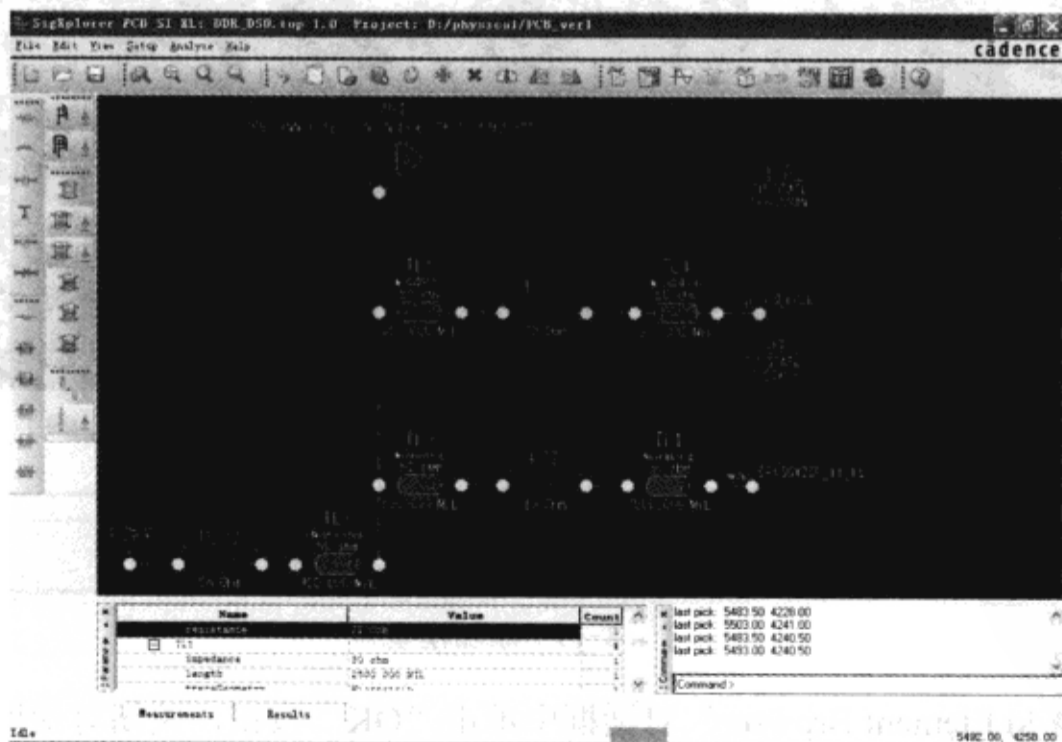

图 3-8-21 修改拓扑属性
(12) 单击传输线上的文本“TL1”，在“Parameters”表格的“TL1”下的“Length”栏后面的数值区域双击鼠标左键，输入 2500→按“Tab”键；在“Parameters”表格的“TL2”下的“Length”栏后面的数值区域双击鼠标左键，输入 300→按“Tab”键；在“Parameters”表格的“TL3”下的“Length”栏后面的数值区域双击鼠标左键，输入 500→按“Tab”键；在“Parameters”表格的“TL4”下的“Length”栏后面的数值区域双击鼠标左键，输入 600→按“Tab”键；在“Parameters”表格的“TL5”下的“Length”栏后面的数值区域双击鼠标左键，输入 150→按“Tab”键；在“Parameters”表格的“R239”下的“resistance”栏后面的数值区域双击鼠标左键，输入 22→按“Tab”键。调整后的拓扑结构如图 3-8-21 所示。